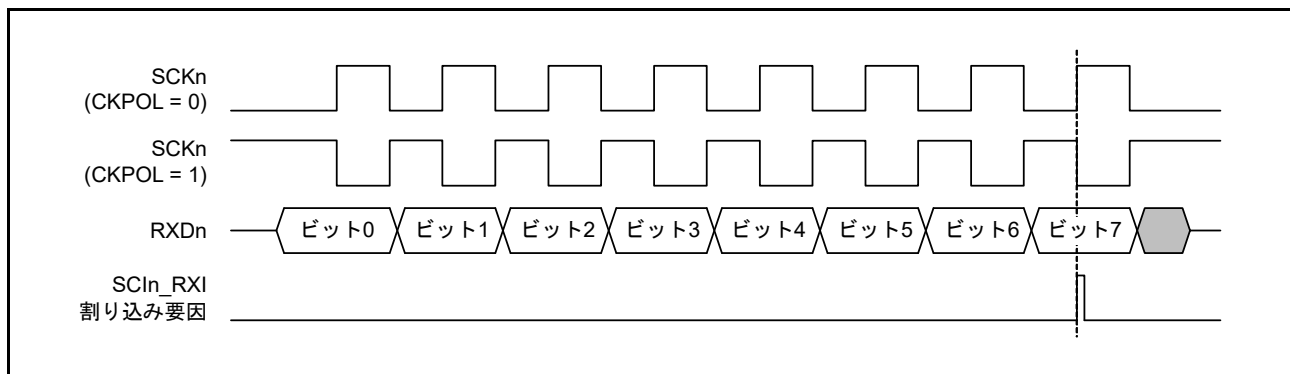

図 27.79 簡易 SPI モードにおける SCI_n_RXI 割り込みの発生タイミング (クロック遅れあり)
(1) マスタモード
- 「クロック遅れあり」の設定 (SPMR.CKPH ビット = 1) では、図 27.79 に示すように、SCKn 端子の最終クロックエッジ手前のクロックエッジで受信データフル割り込み (SCI_n_RXI) が発生します。このとき、SCR.TE ビットと SCR.RE ビットを SCKn 端子の最終クロックエッジより前に 0 にすると、SCKn 端子出力がハイインピーダンスとなり、送受信クロックの最後のクロックパルス幅が短くなります。また、SCI_n_RXI 割り込みの発生によって、SCKn 端子の最終クロックエッジより前に接続先スレーブの SS_n 端子入力信号が High になった場合、スレーブが誤動作する可能性があります。